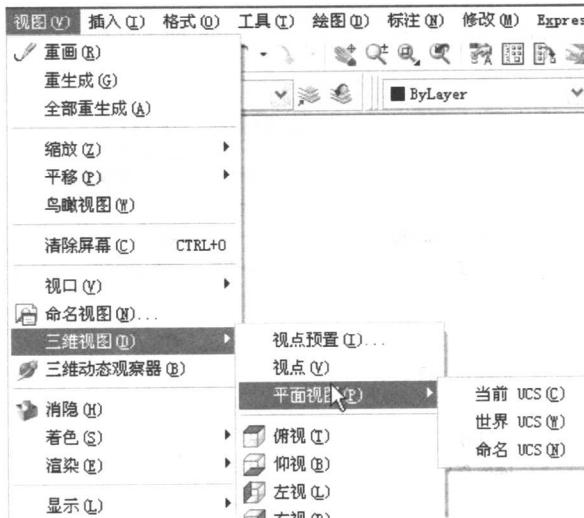

图 1-3 “视图”菜单的操作
(2) 菜单栏 AutoCAD 的菜单栏和其他 Windows 应用程序非常类似，单击主菜单即可弹出其相应的菜单项，菜单项下面还可能有子菜单，子菜单下可能还有下一级子菜单，这样就构成了树状结构，选择相应的选项即可执行或启动该命令。AutoCAD 的菜单栏由“文件”、“编辑”、“视图”、“插入”、“格式”、“工具”、“绘图”、“标注”、“修改”、“Express”、“窗口”、“帮助”菜单组成。这些菜单包括了 AutoCAD 中的全部功能和命令，如图 1-3 所示为“视图”菜单的操作。